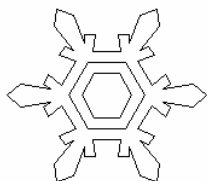

图 1.1 雪花图案
本案例绘制的是一个简单的雪花图案，如图 1.1 所示。主要介绍了基本平面图形的绘制和编辑方法，包括绘制直线、绘制多边形、镜像、剪切和阵列等操作。
(8) 用 TRIM 命令删剪去每个雪花叶片根部的多余线段，并用 ERASE 命令删去两条中心线，得到最后的效果（见图 1.1）。